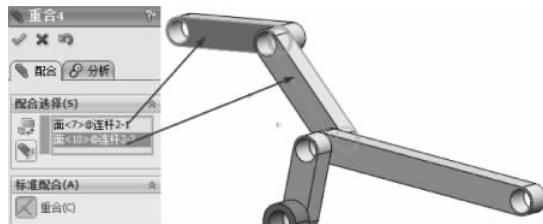

图 3-177 重合配合
(9) 继续进行配合约束,选择【标准配合】选项组下的【重合】配合类型  ,在【要配合的实体】选择框 中选择如图 3-177 所示的面,其他保持默认,单击【确定】按钮 ,完成重合配合。